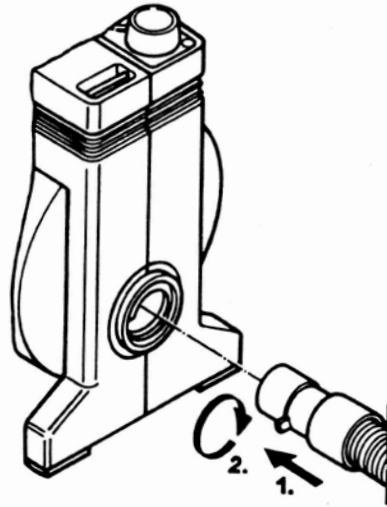

Abb. 3
- Luftschlauch am Motor-gebläse anschließen. Dazu Anschlußstück des Luftschlauchs in der Öffnung am Motor-gebläse nach rechts festdrehen (Abb. 3).